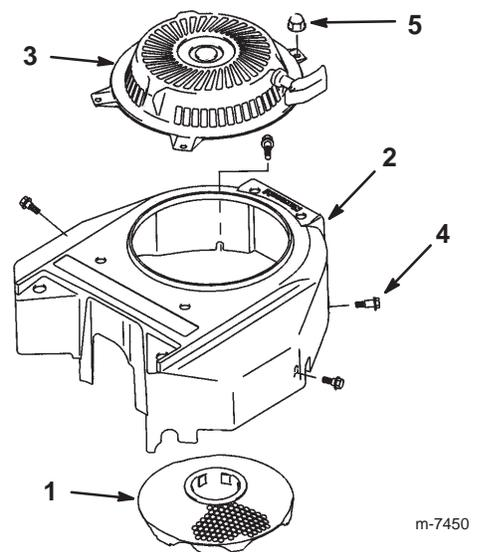

Bild 34
- Entfernen Sie das Luftansauggitter, den Rücklaufstarter und das Lüftergehäuse (Bild 34).